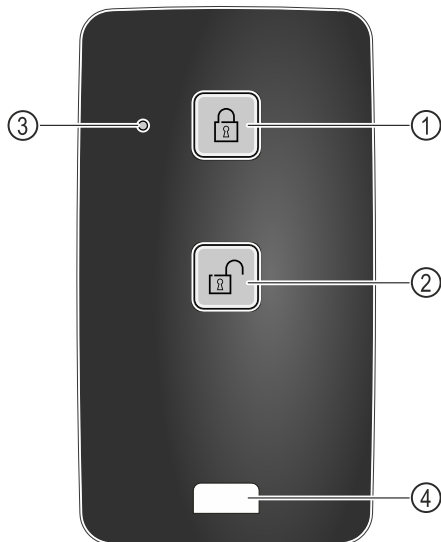

Fig. 147
- ▶ Nyomja meg a gombot Fig. 147 (1) a távirányítón.
- ▶ Nyomja meg a gombot Fig. 147 (2) a távirányítón.
- ▶ Az állapotjelző LED Fig. 147 (3) a gomb megnyomásakor látható visszajelzést ad.
- ▶ Szem Fig. 147 (4) a távvezérlés, pl. kulcstartóra való rögzítéséhez.